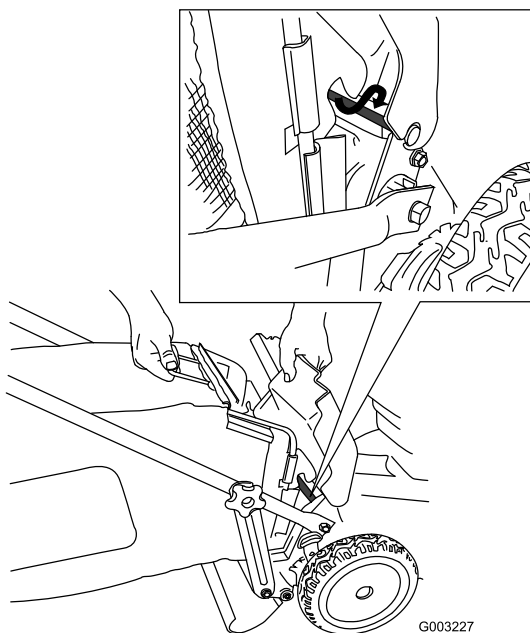

Figura 26
4. Instale la bolsa sobre la varilla de la puerta (Figura 26).